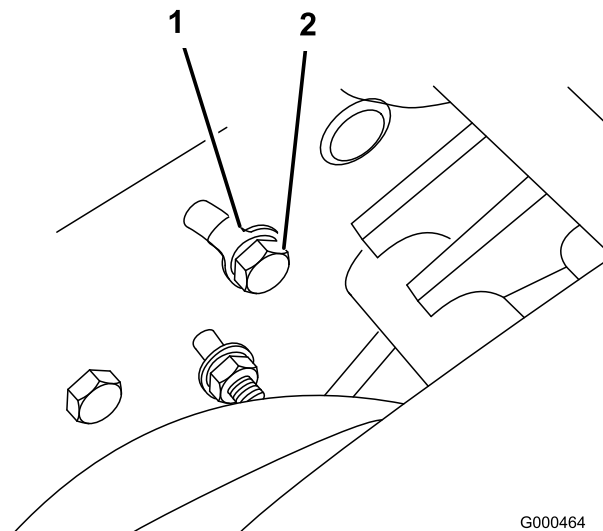

Figure 40
A. Sur l'arrière de la plaque latérale, desserrez le boulon qui fixe la patte de montage de la poulie de tension à la plaque latérale (Figure 40).